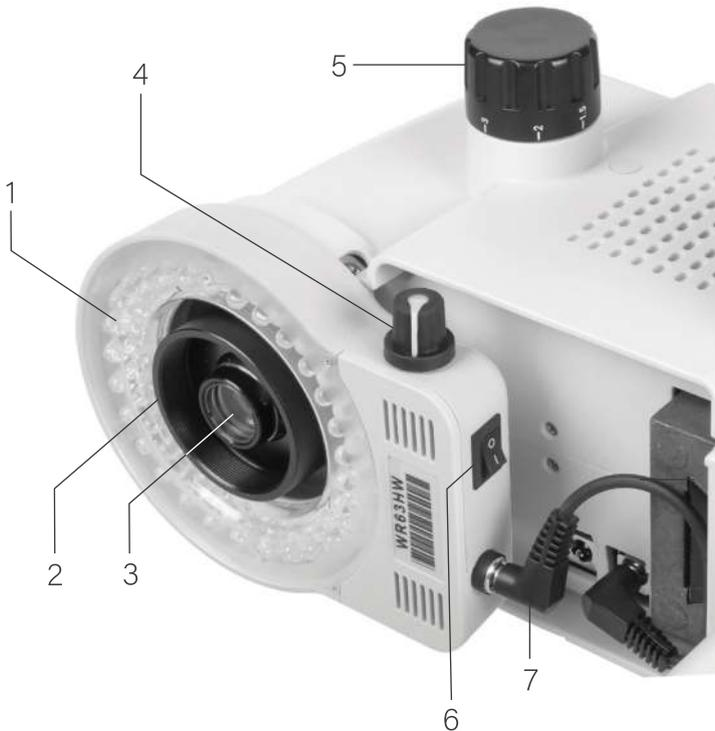

Рис. 5. Осветитель
В состав оптической головки входит объектив переменного увеличения 3 (рис. 5) и механизм перемещения оптических компонентов для изменения увеличения. Механизм расположен внутри корпуса головки и управляется рукоятками фокусировки с обеих сторон. В оптической головке размещен CMOS сенсор с модулем обработки и вывода данных, в нижней части корпуса головки закреплен кольцевой LED осветитель 8.
- Убедитесь, что кабель питания 7 (рис. 5) осветителя подключен.
- Включите осветитель клавишей 6 (рис. 5). Рукояткой 4 (рис. 5) установите яркость приблизительно 60% от максимальной.
Перед выключением осветителя микроскопа уменьшайте яркость осветителей до минимума, выключайте мыш и переключайте клавишу 6 (рис. 5) в положение «0».
Для работы с насадкой просто привинтите ее на резьбовой фланец объектива 2 (рис. 5), отрегулируйте высоту головки микроскопа в соответствии с рабочим расстоянием и сфокусируйте микроскоп.